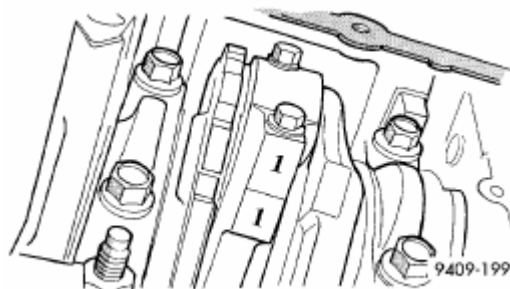

Рис. 41. Идентификация шатуна по цилиндру.
- (1) Снять двигатель с автомобиля.
- (2) Снять сцепление, маховик и заднее масляное уплотнение коленвала.
- (3) Установить двигатель на стенд.
- (4) Слить масло и снять масляный фильтр.
- (5) Снять масляный картер.
- (6) Снять крышки ремня привода ГРМ.
- (7) Снять ремень ГРМ.
- (8) Снять масляный насос.
- (9) Снять оси балансиров и кожух в сборе.
- (10) При помощи несмываемых чернил или маркера пометить номер цилиндра на каждой крышке шатуна (Рис.41).